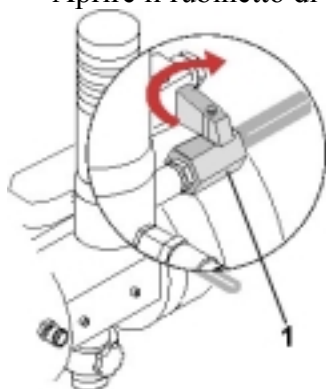

Fig.29
- 6) Aprire il rubinetto di scarico ❶ per far uscire l'aria all'interno del circuito (fig.29).